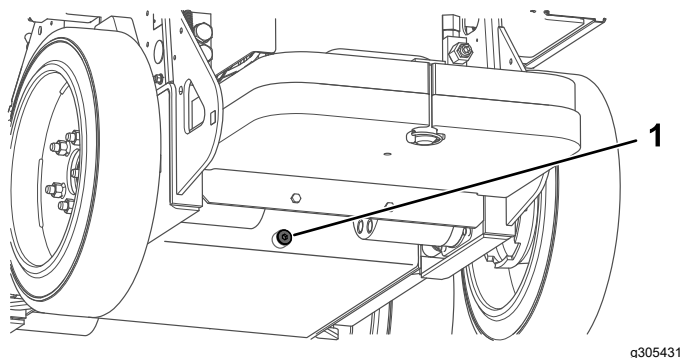

Figure 37
- Retirez le bouchon de vidange au bas du réservoir hydraulique et attendez que tout le liquide se soit écoulé (Figure 37).